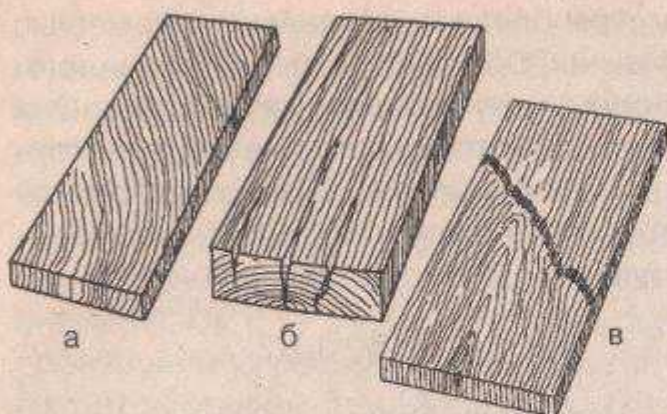

Рис. 8. Дефекты досок: а — доска, распиленная не параллельно направлению волокон; б — доска с трещинами, идущими от торцов; в — доска с наплывом
- Если доска распилена не параллельно направлению волокон (рис. 8, а). Это может привести к изломам и трещинам.
- Если доска имеет трещины, идущие от торцов, которые расщепляют поверхность (рис. 8, б). Даже величиной с волос трещины при высыхании доски станут больше.
- Если доска имеет наплывы (рис. 8, в). Они уродуют поверхность доски, что ослабляет ее прочность.